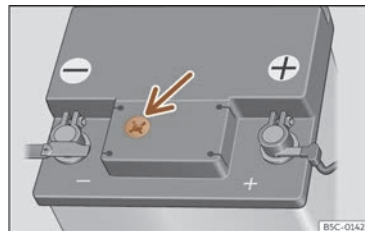

Fig. 248 Regard sur la partie supérieure de la batterie de 12 volts (représentation schématique).
- Contrôlez l'indicateur coloré dans le regard circulaire situé sur la face supérieure de la batterie >>> **fig. 248**.